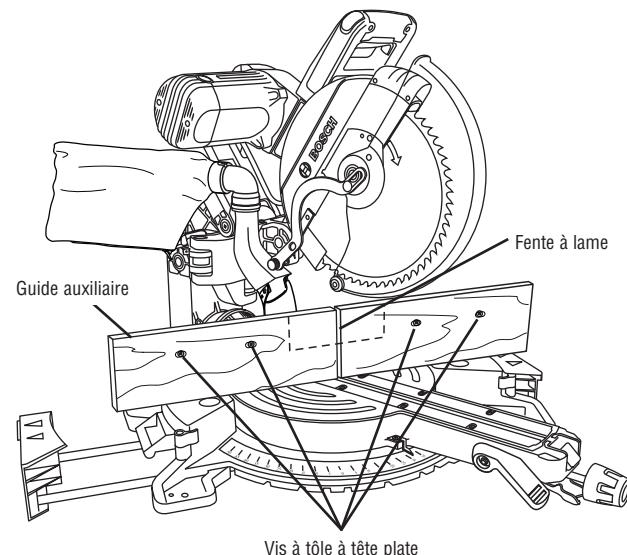
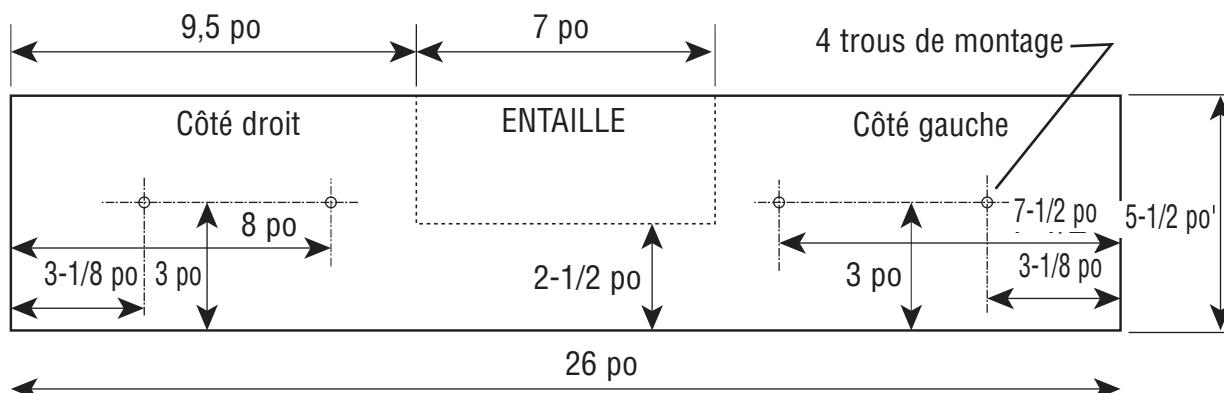

Figure 37. Guide auxiliaire
Figure 38. Guide auxiliaire en bois haut – 3/4 po d'épaisseur
1. Placez une pièce de bois contre le guide de la scie à onglet (voir Figure 37). (Le bois peut avoir une hauteur maximum de 4 1/2 po.). Assurez-vous que la tête ne gêne pas le guide auxiliaire. Voir le dessin de dimensionnement – Figure 38.
4. Attachez depuis le devant du guide : fixez le(s) guide(s) auxiliaire(s) à l'aide de deux (2) vis à machine à tête fraisée de 3/16 po. Avec un guide auxiliaire de 3/4 po d'épaisseur, utilisez des vis de 1-1/2 po de long. Fixez-les derrière le guide en métal à l'aide de rondelles et d'écrous à machine.
- Attachement depuis l'arrière du guide : avec un guide auxiliaire de 3/4 po, utilisez des vis à bois à tête ronde de 1/4 po (3/4 po de long). Percez quatre (4) avant-trous de diamètre inférieur à 1/4 po dans le guide auxiliaire et enflez les vis par les trous du guide en métal pour les visser dans le guide en bois.
7. Lorsque vous effectuez des coupes coulissantes, il faut faire une entaille au centre selon le modèle (voir Figure 38).